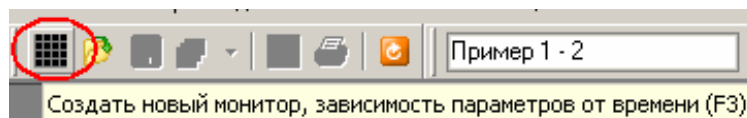

Рисунок 21
1.2. В модуле послесеансной обработки создать монитор с типом "Зависимость параметров от времени" (см. Рисунок 21).